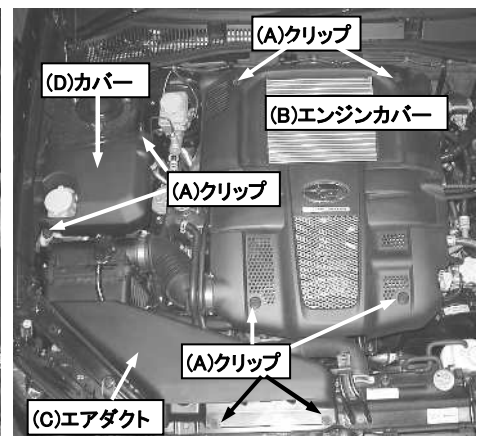

図2
6. (B)エンジンカバー、(C)エアダクト、(D)カバーを(A)クリップ8個を使用し、前頁・図2と完成図を参照して元通りに取付を行ってください。